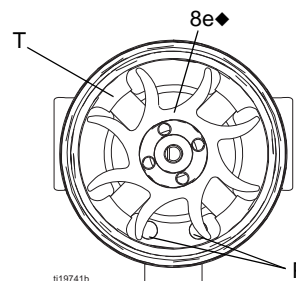

Fig. 39. Orientacja wentylatora
- Zmierzyć wartość rezystancji między dwoma zewnętrznymi zaciskami złącza 3-przewodowego (PC); wynik powinien wynosić 2,0–6,0 omów. Jeśli wartość wykracza poza ten zakres, należy wymienić cewkę turbiny (8a).
- W razie konieczności obrócić wentylator (8e) w taki sposób, by jego łopatki odślaniały cztery oczka łożyska (T) obudowy (8d). Patrz FIGURE 39.
7. Przytrzymać zespół cewki (8a) na stole roboczym końcem wentylatora skierowanym w górę. Za pomocą płaskiego śrubokręta wyważyć wentylator (8e) z wałka (S).
10. Zamontować nowe łożysko dolne (8b1) na długim końcu wałka (S). Bardziej płaska strona łożyska musi być skierowana w stronę przeciwną do magnesu (M). Zamontować cewkę (8a) w taki sposób, aby łopatki łożyska były przepływane wraz z powierzchnią cewki.
12. Przytrzymać zespół cewki (8a) na stole roboczym końcem wentylatora skierowanym w górę. Nasunąć wentylator (8e) na dłuższy koniec przekładni (S). Łopatki wentylatora muszą być położone w sposób widoczny na FIGURE 39.
13. Ostrożnie wsunąć zespół cewki (8a) z przodu obudowy (8d), dopasowując sworzeń cewki z otworem w obudowie. Złącze 3-przewodowe (PC) musi znajdować się poniżej szerszej szczeliny (W) uszek obudowy.
14. Obrócić wentylator (8e) w taki sposób, aby jego łopatki odsłaniały cztery uszka łożyska (T) w tylnej części obudowy. Upewnić się, że łopatki łożyska dolnego (8b1) są wyrównane z uszkami.